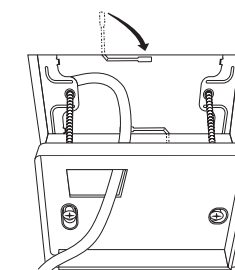

Fig.5
7. Remettez les parties (A) et (B) dans les espaces entre le plafond et l'unité réceptrice de signaux de façon qu'ils remplissent les ouvertures. Plus serrez les vis. Ne serrez pas les vis trop fort. Cela pourrait endommager ou déformer le boîtier. Serrez-les de façon que l'unité réceptrice de signaux puisse être déplacée légèrement avec la main. (Fig. 5)